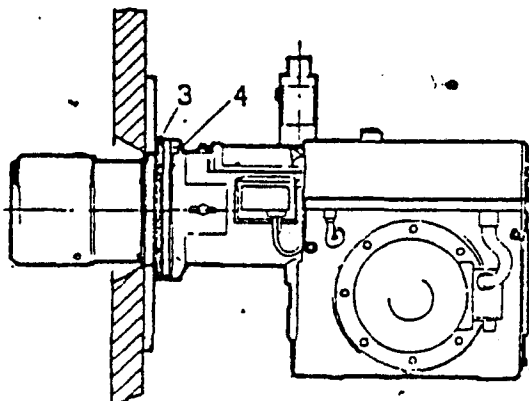

Fig. 4
- Predisporre sul frontone della caldaia i fissaggi del bruciatore secondo quanto riportato in Fig. 4.
- Fissare il bruciatore al frontone della caldaia interponendo la guarnizione di amianto (3).